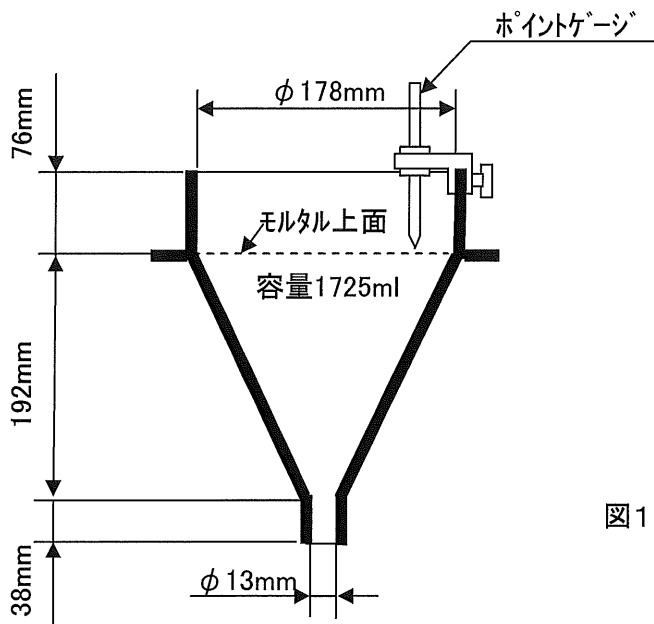

図1 P漏斗
- 漏斗は、図1のように、上端内径178mm、下端内径13mm、漏斗部の高さ192mmで、内径13mm、長さ38mmの流出管を有する鋳アルミニウム製のもので(※1)、1725mlの試料を漏斗側壁に設置したポイントゲージで測定できるものとする。